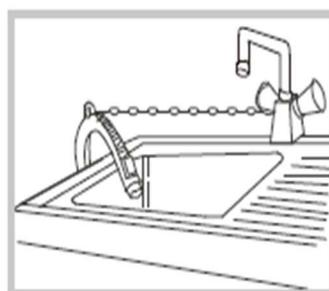

Рис.3
- Закрепите его так, чтобы он не мог упасть во время работы стиральной машины рис.3.